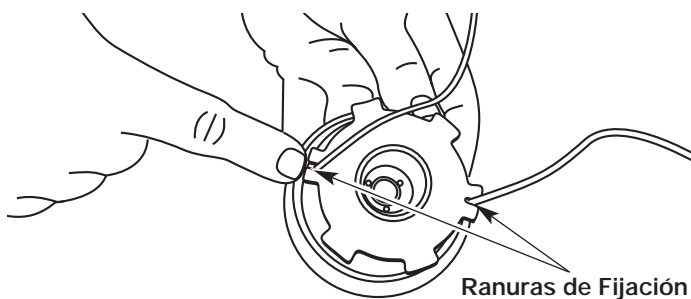

Fig. 43
12. Inserte los extremos de la línea en las dos ranuras de fijación (Fig. 43).